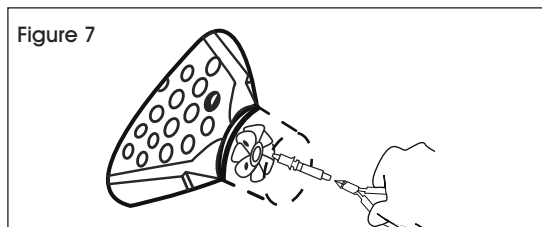

Figure 7
2. Retirez la bougie d'allumage et le stabilisateur de flamme à l'aide de pinces. (Voir Figure 7)